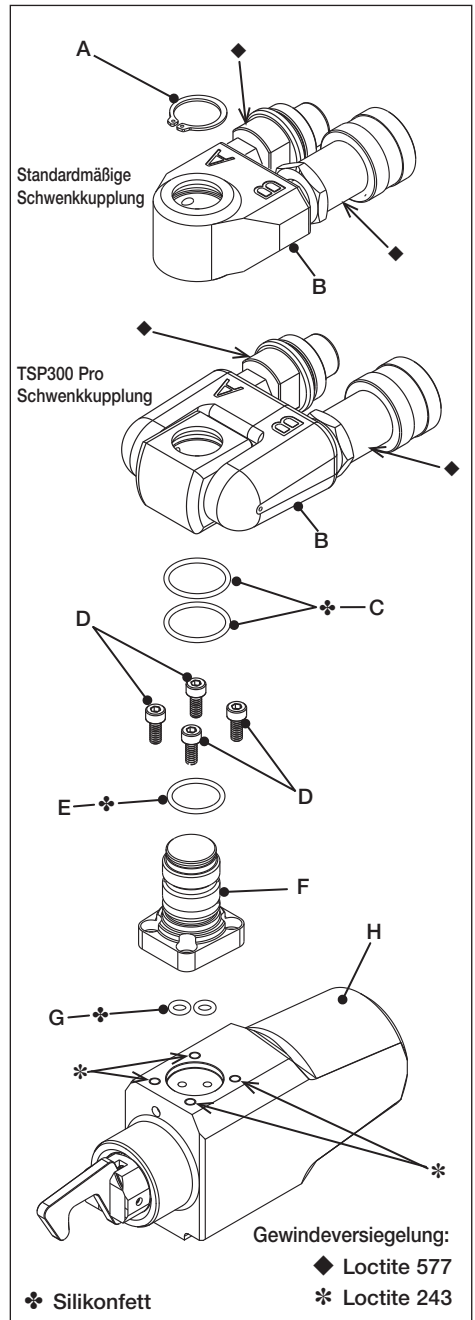

Abb. 16
5.3 Vollständige Wartung - Hydraulik-Schwenkkupplung und Antriebseinheit (Abb. 16, 17 und 19)
- Geben Sie etwas von der Gewindeversiegelung Loctite 243 in die Gewindebohrungen der Antriebseinheit. Für die Positionen siehe (*) in Abbildung 16.
- Bringen Sie zwei O-Ringe (G) an den Anschlüssen der Basis der Schwenkkupplungsstange (F) an.
- Positionieren Sie die Schwenkkupplungsstange (F) auf der Antriebseinheit (H) und stellen Sie sicher, dass die Hydraulikanschlüsse ausgerichtet sind. Achten Sie darauf, dass die O-Ringe (G) nicht herausfallen und nicht eingeklemmt oder eingequetscht werden.
- Bringen Sie die entfetteten Inbusschrauben (D) an und ziehen Sie diese wie folgt an: